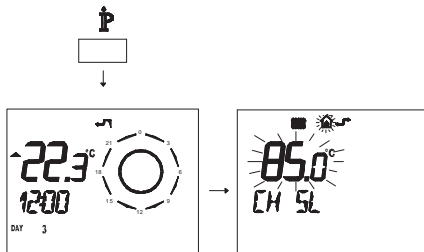

Fig. 5.45
- Premere per più di 3 secondi il pulsante **⏏** per entrare in modalità **INFO** (Fig. 5.45).